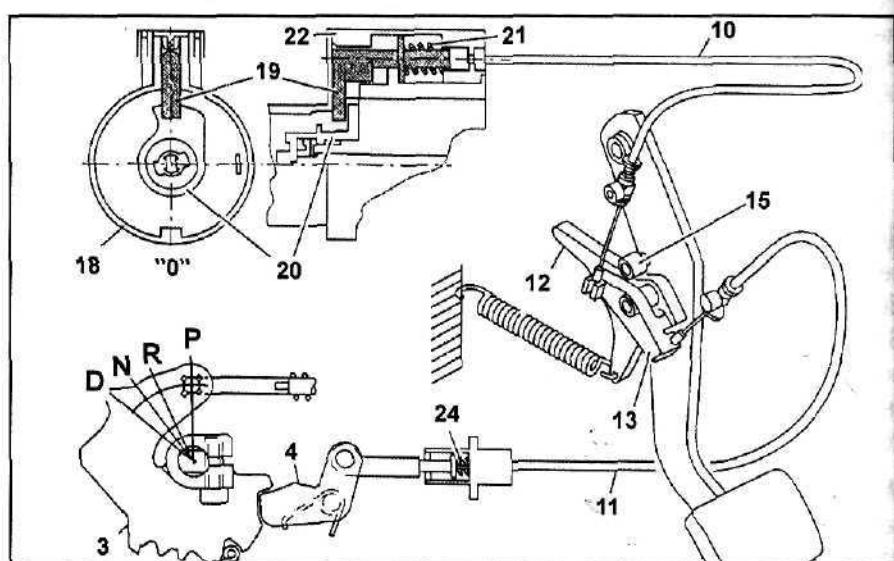

Рис. 10.
Назначение стопора - препятствовать несанкционированному разблокированию ведомого вала коробки передач (рис. 10).
При переводе рычага выбора диапазона в положение "P" храповик (3) поворачивается по часовой стрелке, и блокировочный рычаг (4) под действием силы пружины (21) опускается во впадину храповика (3). Одновременно блокирующая собачка (19) перемещается таким образом, чтобы за-пирающий кулачок (20) мог повернуться против часовой стрелки (рис. 10). Таким образом становится возможным установить ключ зажигания в положение "0" и затем извлечь его.